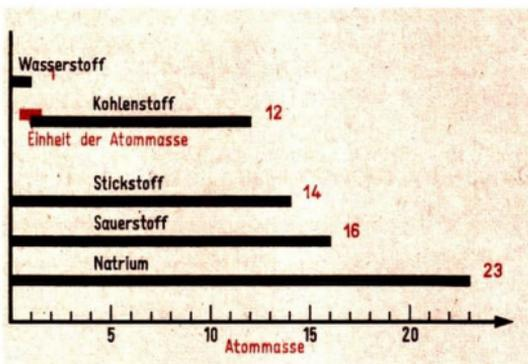

Abb. 42 Graphische Darstellung von relativen Atommassen einiger Elemente
Die relativen Atommassen einiger Elemente sind in Abbildung 42 graphisch dargestellt. ① ②